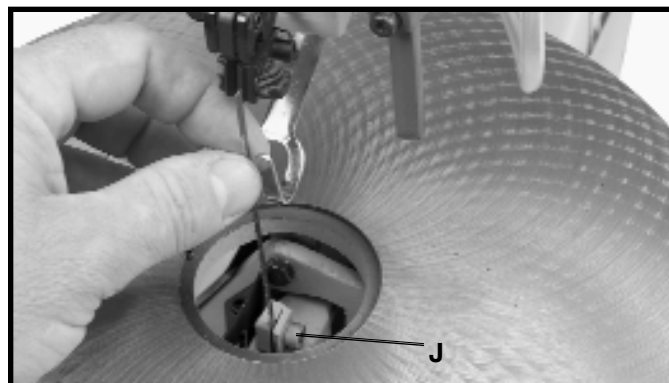

Fig. 26
7. Apriete fig. 26 del tornillo (J), en una asamblea más baja del protector de la lámina.